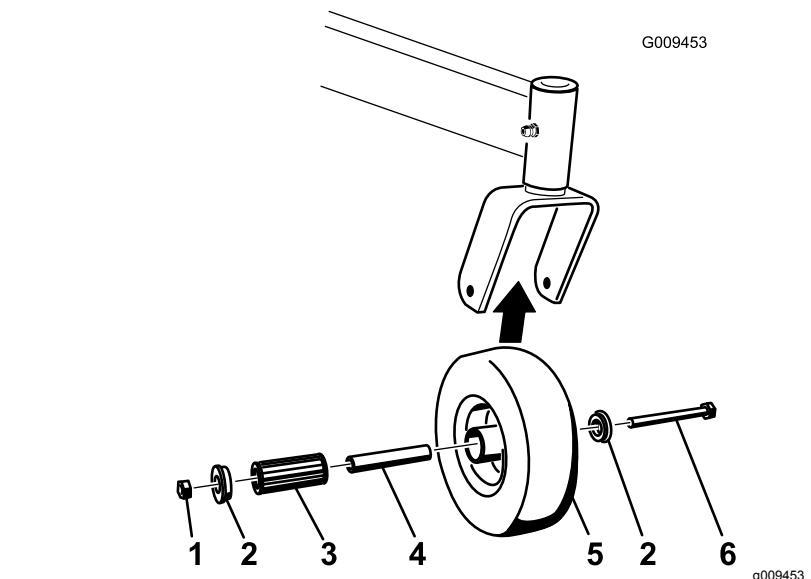

Bild 54
1. Entfernen Sie die Sicherungsmutter und ziehen dann die Spannbüchse sowie das Rollenlager aus der Radnabe heraus (Bild 54).
2. Entfernen Sie die andere Büchse aus der Radnabe und entfernen Sie Fett- und Schmutzrückstände von der Nabe (Bild 54).
4. **Hinweis:** Tauschen Sie abgenutzte und beschädigte Teile aus (Bild 54).
5. Stecken Sie eine Büchse in die Radnabe (Bild 54).
6. Fetten Sie das Rollenlager und die Vierkantbüchse ein und schieben beide in die Radnabe (Bild 54).
7. Stecken Sie die zweite Büchse in die Radnabe (Bild 54).
8. Bringen Sie das Laufrad in der Laufradgabel an und befestigen Sie es mit der Radschraube und Sicherungsmutter (Bild 54).
9. Ziehen Sie die Sicherungsmutter so weit fest, dass die Vierkantbüchse auf die Innenseite der Laufradgabeln trifft (Bild 54).